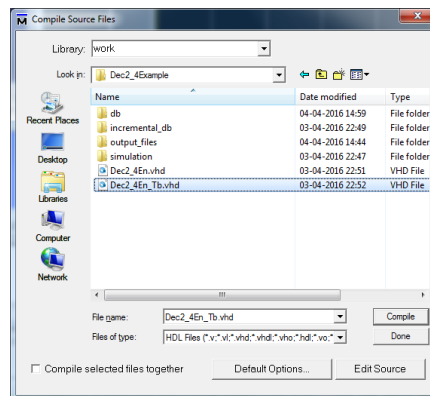

Figura 4 – Compilação da *testbench* “Dec2\_4En\_Tb.vhd”.
8. Compile a *testbench* através do menu “*Compile → Compile*”, seleccionando o ficheiro “Dec2\_4En\_Tb.vhd” e premindo “*Compile*” (Figura 4).